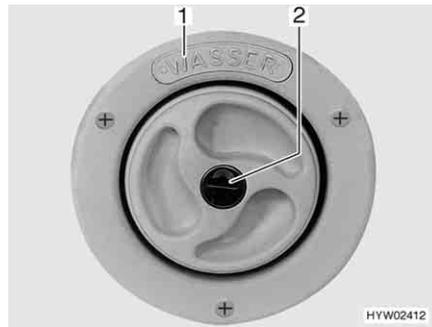
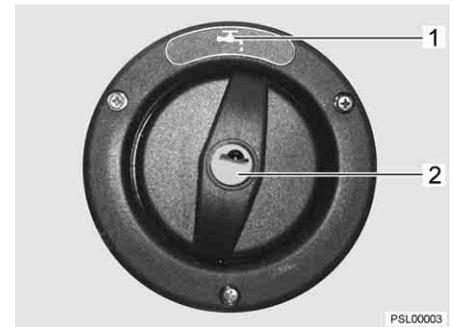

Bild 199 Verschlussdeckel für Trinkwasser-Einfüllstutzen
Bild 200 Verschlussdeckel für Trinkwasser-Einfüllstutzen (Alternative)
Der Trinkwasser-Einfüllstutzen ist mit dem Schriftzug "WASSER" (Bild 199,1) oder mit dem Symbol "🔑" (Bild 200,1) gekennzeichnet. Der Verschlussdeckel wird mit dem Schlüssel für die Außenklappenschlösser geöffnet und verschlossen.
- Schlüssel in Schließzylinder (Bild 199,2 bzw. Bild 200,2) stecken und eine viertel Umdrehung entgegen dem Uhrzeigersinn drehen.